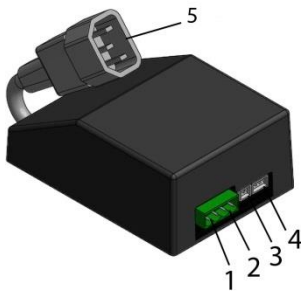

Bild 11
Välj ett fast börvärde till framledningstemperaturen. Värmen är **på** när kontakt (pos 1, *Bild 11*) är **sluten**.
Välj ett fast börvärde till framledningstemperaturen. Värmen är **på** när kontakt (pos 1, *Bild 11*) är **öppen**.